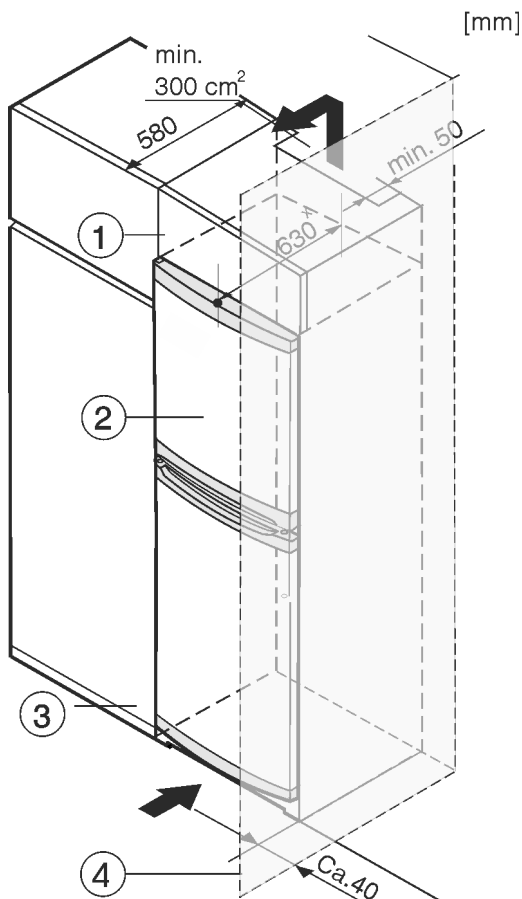

Fig. 8
L'apparecchio può essere incassato in mobili da cucina. Per adattare l'apparecchio Fig. 8 (2) all'altezza della cucina componibile, è possibile applicare sopra l'apparecchio un mobile da appoggio Fig. 8 (1).
Nell'incasso con mobili da cucina (profondità max. 580 mm) l'apparecchio può essere installato direttamente accanto al mobile da cucina Fig. 8 (3). L'apparecchio sporge di lato 34 mm \* e al centro dell'apparecchio 50 mm \* rispetto al frontale del mobile da cucina.
Se l'apparecchio con cerniere viene installato accanto ad una parete *Fig. 8 (4)*, la distanza minima fra l'apparecchio e la parete deve essere almeno di 40 mm, che corrisponde alla sporgenza della maniglia con la porta aperta.